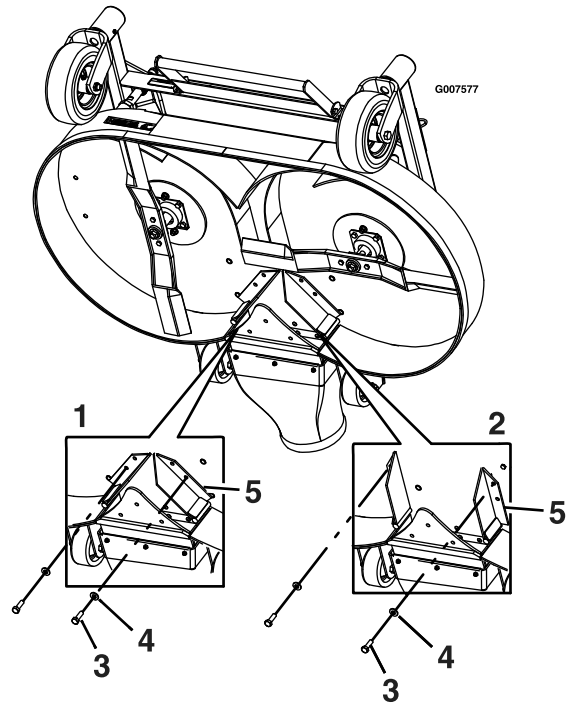

Figura 14
7. Rimuovete il bullone e la rondella nella parte anteriore di ciascun deflettore FRS (Figura 14).